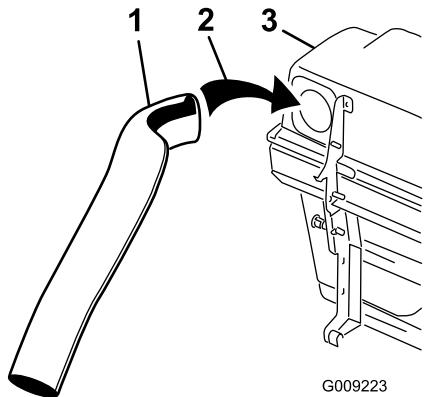
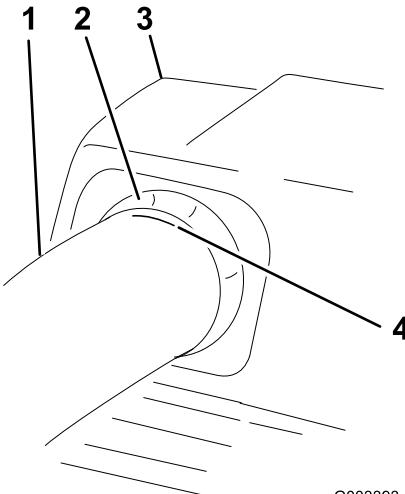

Figura 22
Figura 24
5. Installate il tubo superiore nell'apertura dell'insaccatrice e tiratelo indietro estraendolo in modo che la tenuta di gomma si sporga fuori (Figura 22 e Figura 24).
7. Una volta raggiunta la misura di 19 mm, segnate il tubo superiore sull'esterno nel punto in cui la tenuta di gomma sporge all'infuori. Questo viene segnato per assicurare la posizione corretta per il tubo superiore quando si praticano i fori e si collegano i tubi superiore e inferiore (Figura 24).